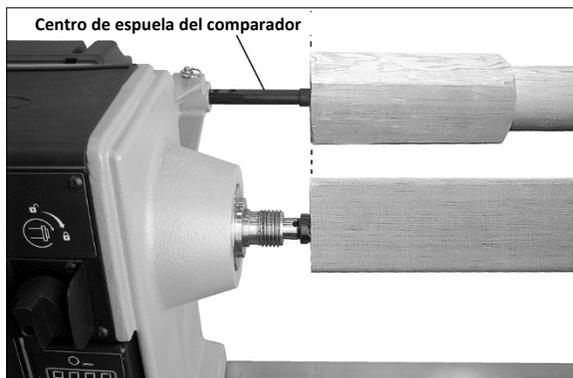

Figura 8-6: comparador
1. Instale el *centro de espuela* del comparador en el soporte del protector, levantando el émbolo e insertando el centro de espuela del comparador hasta que su punto esté aproximadamente al ras con el punto del centro de espuela del husillo del cabezal. Vea la Figura 8-6. El émbolo del soporte debe conectarse en uno de los agujeros del centro del comparador en esta posición.